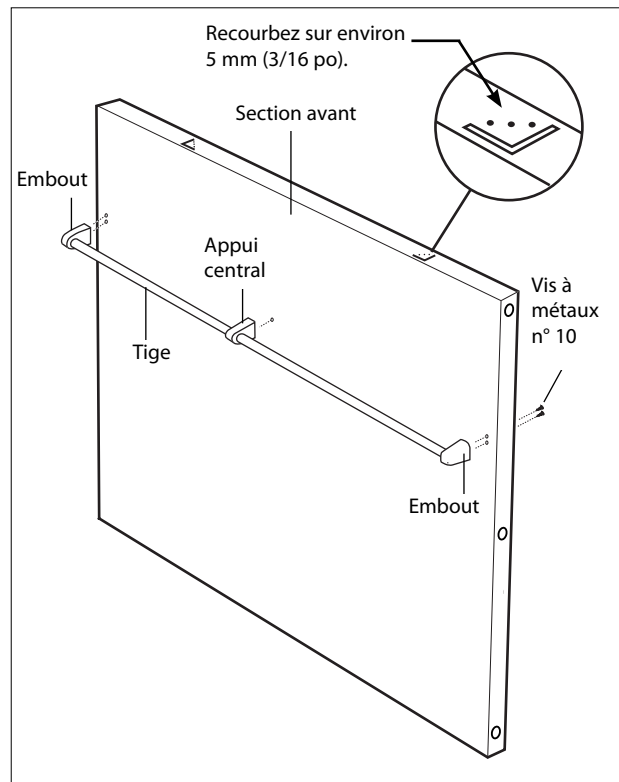

Fig.10
3. Fixez la tige, les embouts et l'appui central à la section avant du dossier à l'aide des vis à métaux n° 10 fournies (fig. 10).